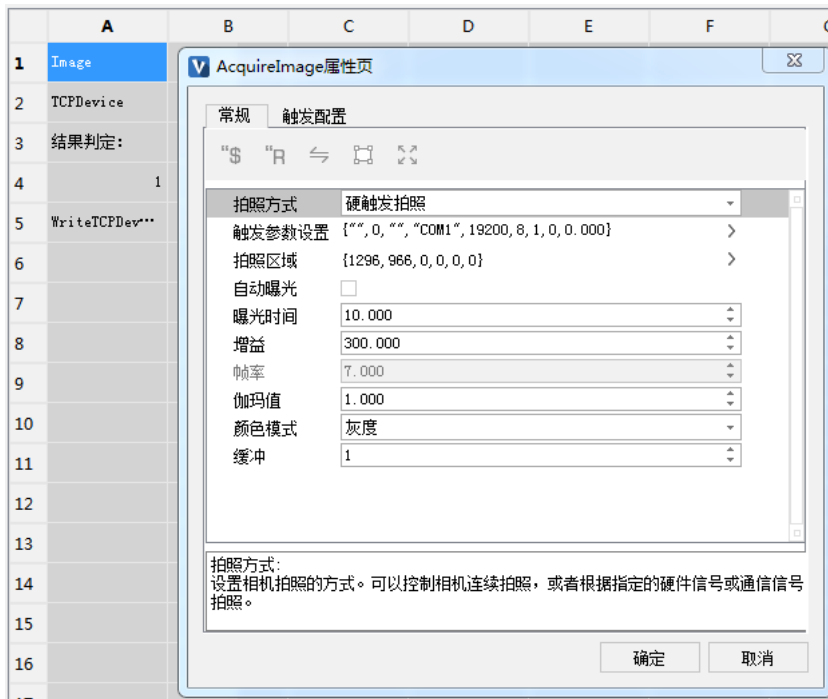

图 3-12 修改拍照方式
- 双击【A1 单元格】，弹出“AcquireImage 属性页”对话框，将相机拍照方式修改为“硬触发拍照”，如图 3-12 所示，然后点击【】确定按钮。“硬触发拍照”采用相机的外部 IO 信号触发方式，在触发信号的上升沿或下降沿，相机开始拍照（若存在延时则会等待）。